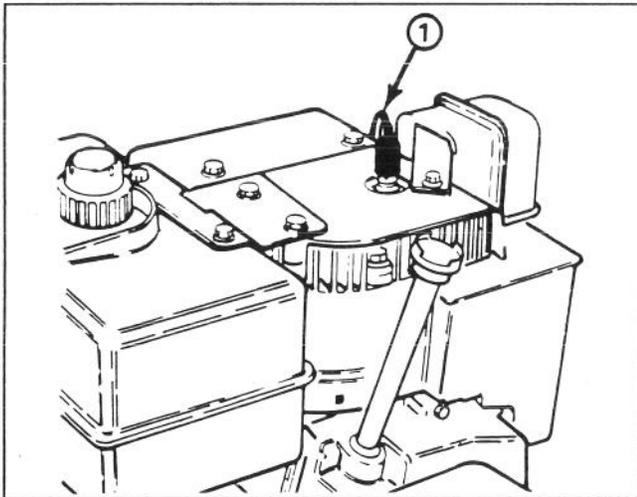

Figure 38
1. Nettoyez autour de la bougie afin d'éviter la retombée de particules dans le cylindre lors du retrait de la bougie (Fig. 38).